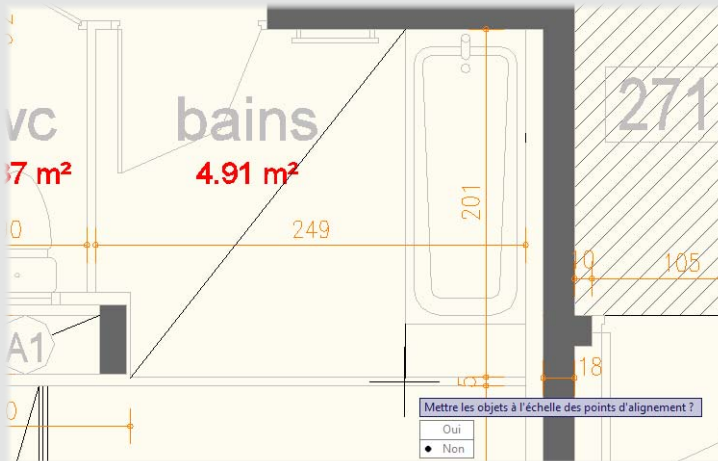

Figure 20
5. Répondons par Non à la question d'AutoCAD concernant une mise à l'échelle des objets (dans notre exemple, cette question n'est pas fondamentale, puisqu'il s'agit d'un bloc) [voir Figure 20].